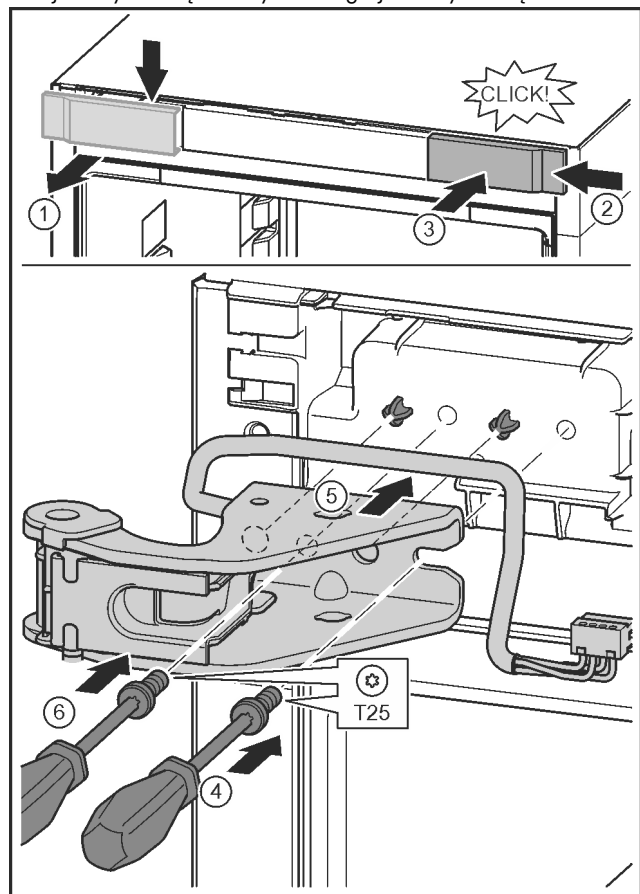

Fig. 28
- ▶ Poluzować osłonę i zdjąć w bok. Fig. 28 (1)
- ▶ Osłonę obrócić o 180° założyć z drugiej strony od prawej. Fig. 28 (2)
- ▶ Zażębić osłonę. Fig. 28 (3)
- ▶ Śrubę założyć przy pomocy śrubokręta T25. Fig. 28 (4)
- ▶ Założyć górną płytkę zawiasu. Fig. 28 (5)
- ▶ Dokręcić śrubę. Fig. 28 (4)
- ▶ Śrubę założyć przy pomocy śrubokręta T25 i mocno dokręcić. Fig. 28 (6)